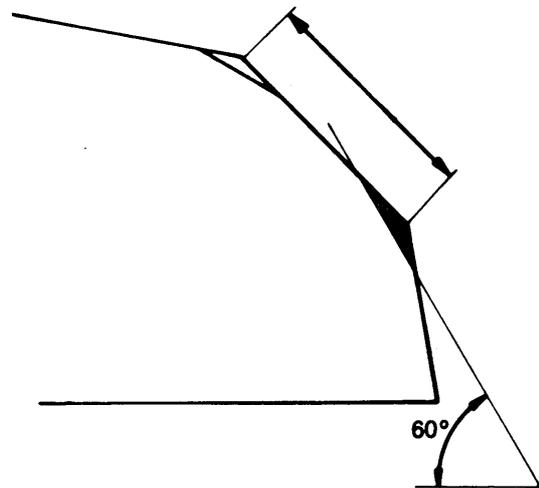

Bild 51
- Einen 60°-Fräser zum Abschleifen von $\frac{1}{4}$ des Bodens des alten Sitzes verwenden (Bild 51).